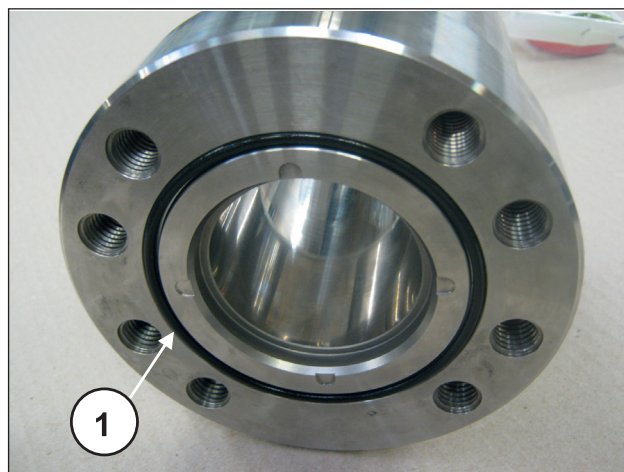
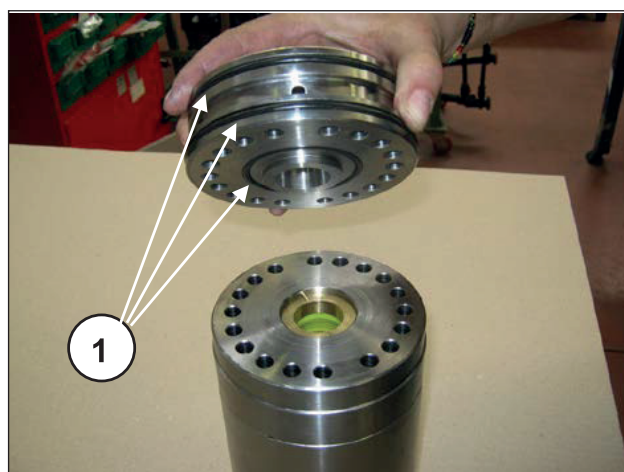

Fig. 179
Fig. 180
À chaque contrôle des soupapes, remplacer les joints d'étanchéité et les joints toriques d'étanchéité frontale entre la chemise et la culasse (rep. ①, Fig. 179), et sur le support du joint L.P. par devant dans la zone de l'orifice de recyclage (rep. ①, Fig. 180). Avant de procéder au remontage, nettoyer et essuyer les différents composants et tous leurs logements à l'intérieur de la culasse.